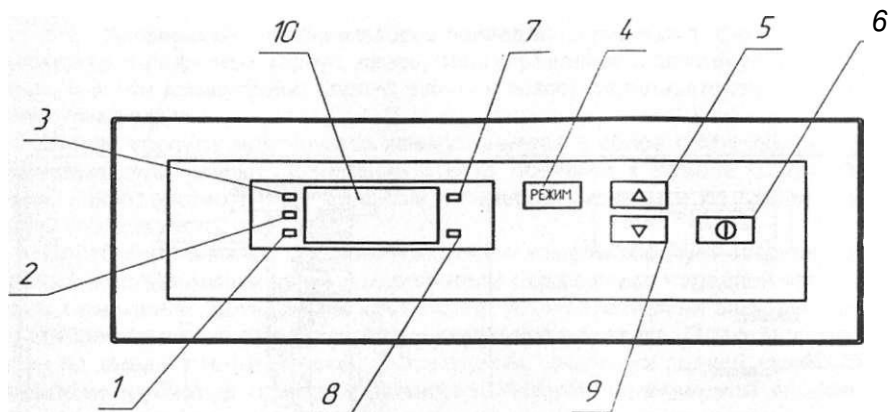
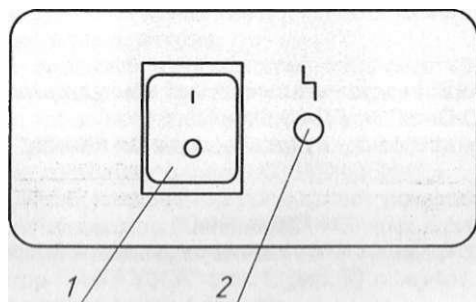

Рисунок 2 - Расположение органов управления стерилизатором на блоке управления
Рисунок 3 - Расположение органов управления стерилизатором на силовой панели
Управление процессом стерилизации осуществляется с панели блока управ- ления (см. рисунок 2). Датчик температуры размещён внутри стерилизационной ка- моры и подключен к плате управления и индикации. Термодатчик реле температуры, предназначенного для защиты медицинских изделий от перегрева при неисправно- стях в электрической схеме, размещен на задней стенке камеры.
Установить выключатель (поз.1, рис. 3) в положение "I". На блоке управле- ния загорится индикатор (поз.7, рис. 2), показывающий текущую температуру в сте- рилизационной камере.
Для запуска выбранной программы (кратковременно не более 2 сек) нажать на поле "Ф" (поз.6, рис. 2). Стерилизатор перейдет в фазу «ПОДГОТОВКА». Инфор- мационное табло индицирует изменение температуры в камере. Происходит нагрев до установленного значения температуры.
При достижении заданной температуры стерилизатор переходит в фазу «СТЕРИЛИЗАЦИЯ». Включается светодиодный индикатор "СТЕРИЛИЗАЦИЯ" (поз. 3, рис. 2), информационное табло попеременно индицирует время выдержки и текущую температуру в камере. Происходит выдержка при заданной температуре, по истече- нии которой стерилизатор переходит в фазу «ОХЛАЖДЕНИЕ».
В фазе «ОХЛАЖДЕНИЕ» индикатор продолжает показывать изменение тем- пературы в камере и горит индикатор "ОХЛАЖДЕНИЕ" (поз.2, рис. 2). Температура в камере падает. При понижении температуры до 75°С гаснет индикатор "ОХЛАЖДЕ- НИЕ", загорается индикатор "ВЫГРУЗКА" (поз.1, рис. 2) и звучит прерывистый звуко- вой сигнал, который выключается через 1 минуту.
2.3.3 Установить выключатель (поз.1, рис. 3) в положение "I". На блоке управления загорится индикатор (поз.7, рис. 2), показывающий текущую температуру в стерилизационной камере.
В алгоритм управляющей программы стерилизатора заложена возможность автоматического запуска прерванной (в результате кратковременного пропадания питающего напряжения) программы. Если после включения произошел автоматический запуск программы, то для ее остановки необходимо нажать на поле "(Т)" (поз.6, рис.2) и удерживать в течение 3 секунд.
2.3.5 Для запуска выбранной программы кратковременно (не более 2 сек) нажать на поле "(D" (поз.6, рис. 2). При этом включится вентилятор принудительной циркуляции воздуха внутри стерилизационной камеры и стерилизатор перейдет в фазу «ПОДГОТОВКА». Информационное табло индицирует изменение температуры в камере. Происходит нагрев до установленного значения температуры.
При необходимости запущенную программу можно остановить, нажав на поле "(Т)" (поз.6, рис.2) и удерживать в течение 3 секунд. Эту остановку можно выполнить в любой фазе стерилизации.
2.3.6 При достижении заданной температуры стерилизатор переходит в фазу «СТЕРИЛИЗАЦИЯ». Включается светодиодный индикатор "СТЕРИЛИЗАЦИЯ" (поз.3, рис. 2), информационное табло попеременно индицирует время выдержки и текущую температуру в камере. Происходит выдержка при заданной температуре, по истечении которой стерилизатор переходит в фазу «ОХЛАЖДЕНИЕ».
2.3.7 В фазе «ОХЛАЖДЕНИЕ» индикатор продолжает показывать изменение температуры в камере и горит индикатор "ОХЛАЖДЕНИЕ" (поз.2,рис. 2). Температура в камере падает.
2.3.8 При понижении температуры до 75°C гаснет индикатор "ОХЛАЖДЕНИЕ", загорается индикатор "ВЫГРУЗКА" (поз.1, рис. 2) и звучит прерывистый звуковой сигнал, который выключается через 1 минуту.
2.3.10 По окончании работы стерилизатор установить выключатель в положение "О" (поз.1, рис.3).